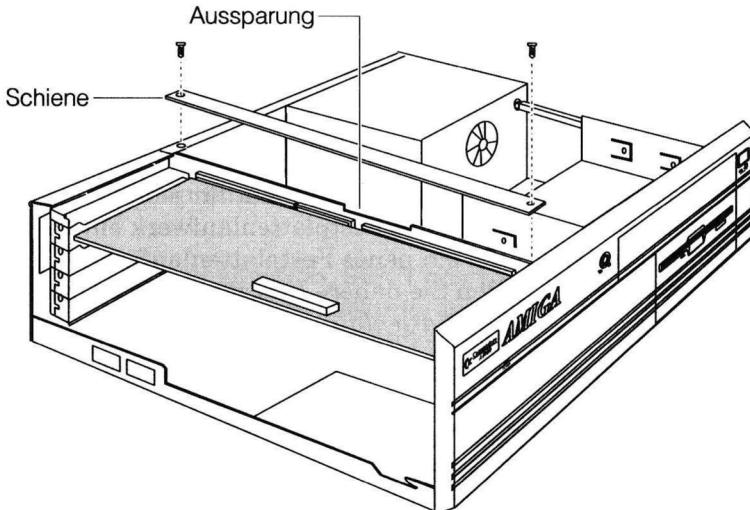

Abbildung 6. Schiene über der Tochterplatine
- a. Lösen Sie die Schrauben der Schiene über der Tochterplatine des A4000 und nehmen Sie die Schiene ab (siehe Abbildung 6).